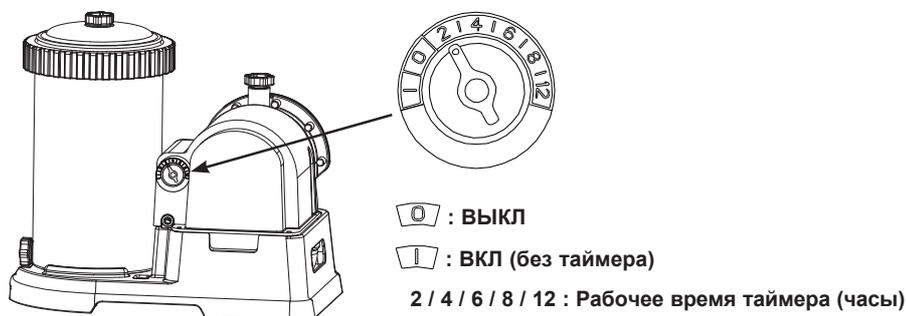

Рис. 10
- А. Подключите кабель питания к розетке электросети и установите регулятор таймера на нужное количество рабочих часов. Смотрите рис.10. Ознакомьтесь с «Таблицей рекомендуемого времени эксплуатации», в которой указано требуемое количество часов для бассейнов всех размеров.